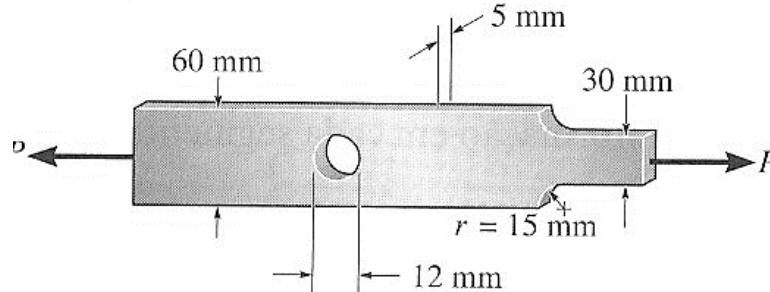

Figura 2.43
2.7.1 Determine a tensão normal máxima desenvolvida na barra da Figura 2.43 quando esta é submetida a uma tração $P = 8 \text{ kN}$. R: $\sigma_{max} = 85,33 \text{ MPa}$